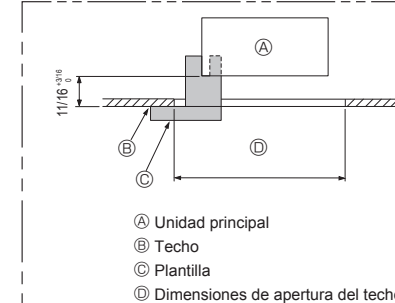

Fig. 3-7
- Asegúrese de que el paso A se realiza en 17-22 mm, 11/16 a 3/4 pulgadas. Si no se respeta este margen, podrían producirse graves daños. (Fig. 3-7)